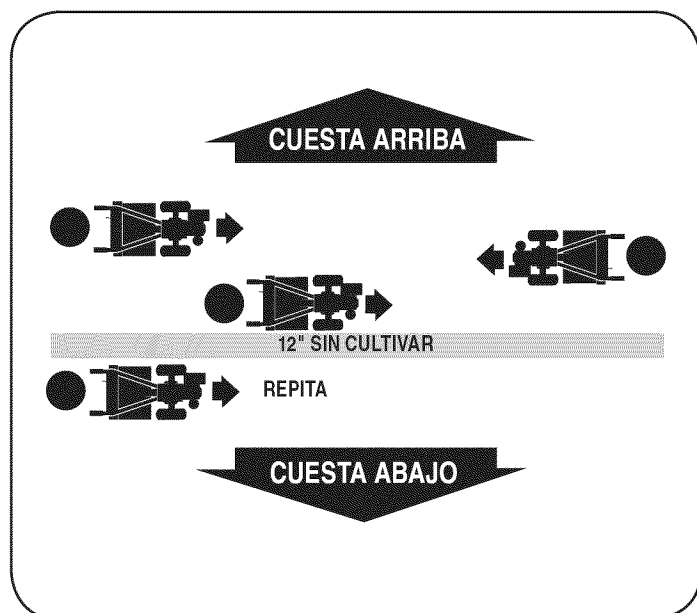

Figura 19
1. Para crear una terraza, comience en la cima de la pendiente y trabaje hacia abajo. Recorra la primera hilera hacia atrás y hacia adelante. Vea la Figura 19.